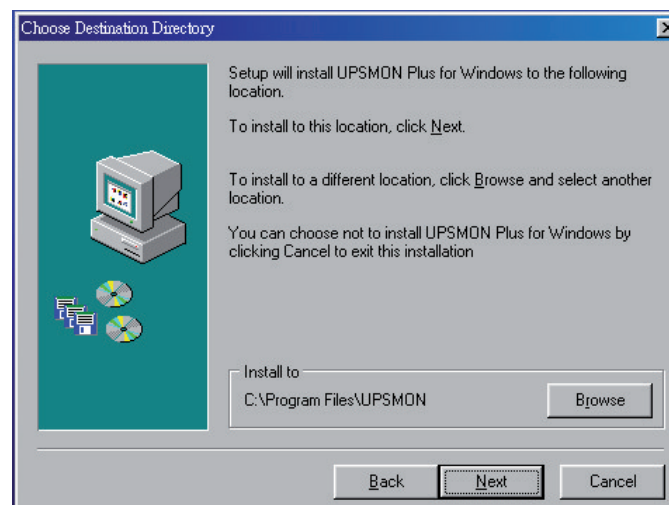

Bild 5.4
3. Wählen Sie das Installationsverzeichnis für das Programm. Bitte lesen Sie den Text und folgen den Hinweisen des nächsten Fensters. Danach **Next** klicken. (Bild 5.4)